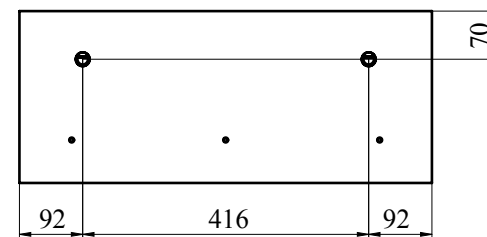

Рис.3
2. С помощью карандаша и рулетки разметьте стену (Рис. 3).